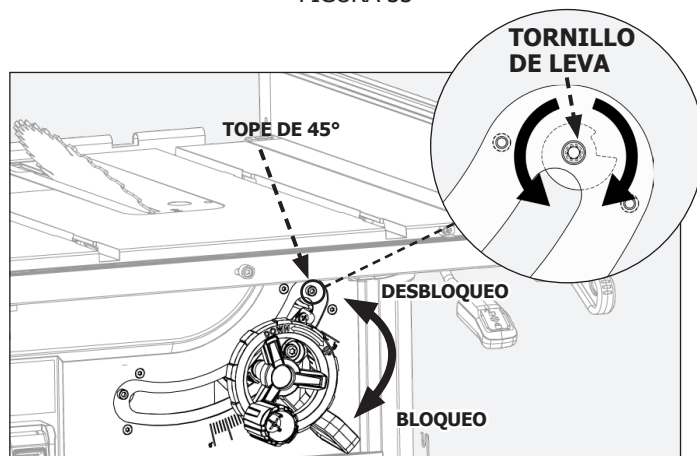

FIGURA 34
NOTA: Para conocer las posiciones de bloqueo y desbloqueo, consulte la FIGURA 34.
5. Si la hoja no queda colocada a 45° de la mesa cuando se inclina hacia la leva de tope de bisel de 45° , siga los pasos 1 a 4 ajustando la leva de tope de bisel de 45° utilizando el lado de 45° de la escuadra combinada (FIGURA 34).